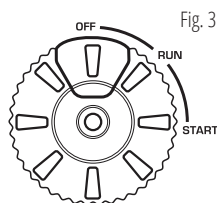

Fig. 3
- 5.2 Pour le démarrage électrique, appuyez sur le bouton rouge sur l'interrupteur multifonction du moteur (Fig. 3).
6. Après le démarrage du moteur, tournez l'interrupteur multifonction en position RUN (fig. 3).
8. Pour démarrer manuellement, tirez sur la poignée de démarrage jusqu'à ce que vous sentiez une légère résistance, puis vous devez la tirer relativement brusquement. Laissez la poignée de démarrage à la main rentrer lentement, ne la relâchez pas. Pour le démarrage électrique, appuyez sur le bouton rouge sur l'interrupteur multifonction du moteur (Fig. 3).
9. Après le démarrage du moteur, tournez l'interrupteur multifonction en position « RUN » (fig. 3).